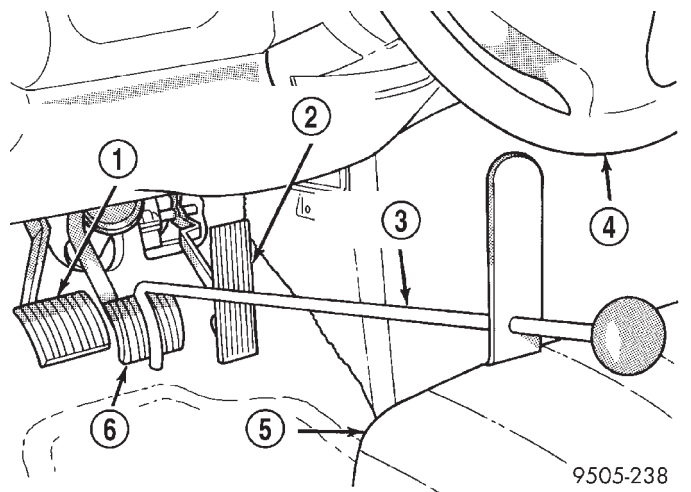

Fig. 20 Herramienta de sujeción de pedal de freno
- (1) Utilizando una herramienta de sujeción de pedal de freno, oprima el pedal de freno superando los primeros 25 mm (1 pulg.) de su recorrido y sujételo en esa posición (Fig. 20). De esta forma se aislará el cilindro maestro del sistema hidráulico de frenos e impedirá que el líquido de frenos salga por el depósito del cilindro maestro.
- (4) Retire la herramienta de sujeción de pedal de freno (Fig. 20).